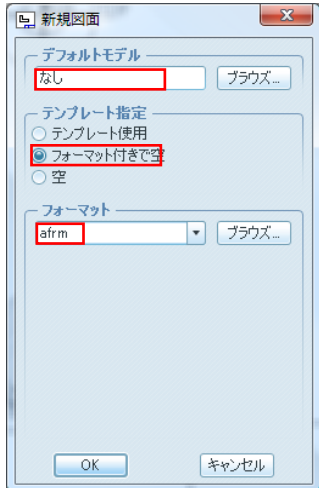

図 10-45 新規図面
2) 新規ファイルの設定を終了すると、新規図面ダイアログ・ボックスが図 10-45 に表示される。デフォルトモデルを「なし」、テンプレートの指定を「フォーマット付きで空」、フォーマットの枠に「ブラウザ」よりファイル リストから「afrm」をクリックして入力し、「OK」する。